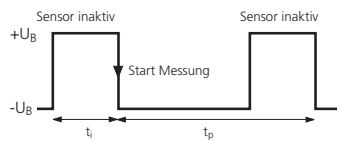

Abb. 3: Externes Synchronisationssignal
■ Hierzu ist am Sync-Eingang aller Sensoren ein Rechtecksignal mit Pulsbreite ti und Wiederholrate tp anzulegen (Abb. 3 und technische Daten).